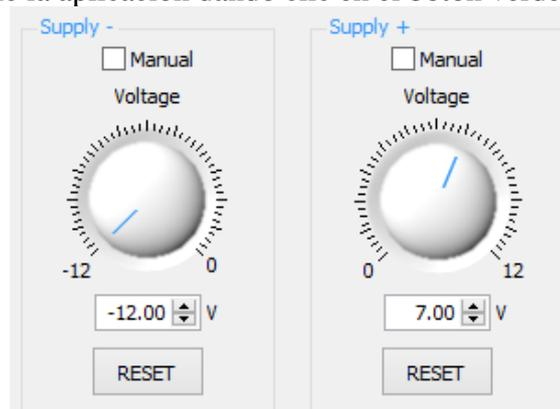

Figura 1.2. Calibración de las fuentes.
- Abra las fuentes variables (VPS), calíbreles con +7 y -12 Vcd como se indica en la figura 1.2, e inicie la aplicación dando clic en el botón verde (RUN).